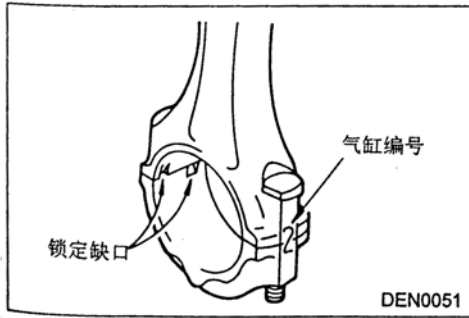

图 3-56
(6) 连杆盖的安装
a. 对准在分解时做的记号，将轴承盖装到连杆上，如果连杆是新的，无标记，则必须使轴承锁定缺口在同一侧(见图 3-56)